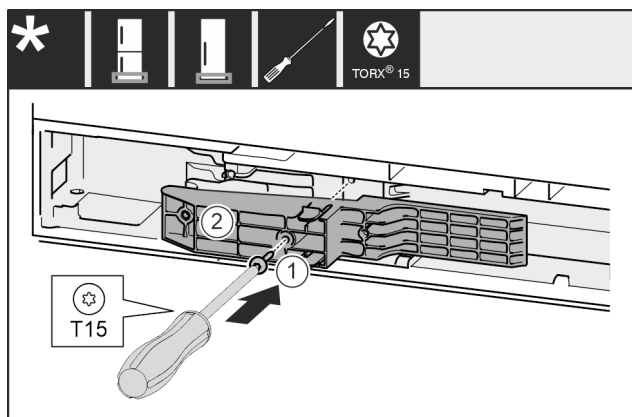

Fig. 56 *
- ▶ Inserire l'adattatore Fig. 56 (1) nel vano sul lato della maniglia.*
- ▶ Stringere la vite Fig. 56 (2) con un cacciavite.*